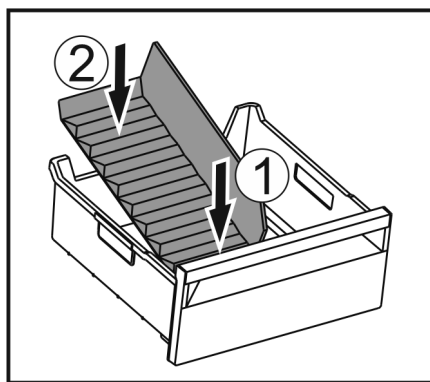

Fig. 165
- Installer la partie avant du séparateur de congélateur. Fig. 165 (1)
- Abaisser la partie arrière du séparateur de congélateur jusqu'au fond du tiroir. Fig. 165 (2)